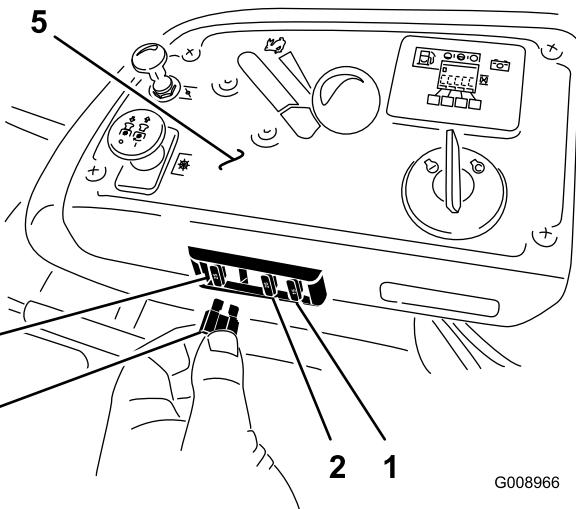

Figura 62
1. Los fusibles están situados en la consola de la derecha, junto al asiento (Figura 62).
3. Instale un fusible nuevo (Figura 62).